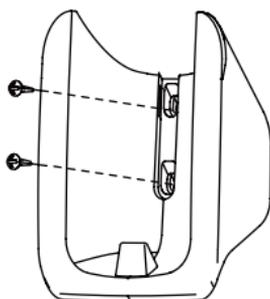

Figura 2.3
1) Utilice los tornillos (accesorios) para fijar y asegurar el soporte del control remoto en una posición estable (consulte la figura 2.3).